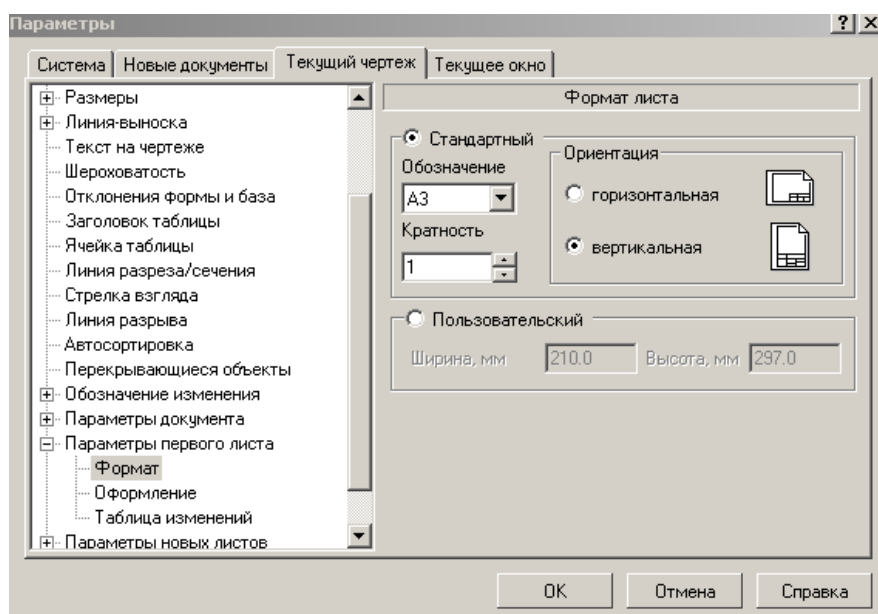

Рис. 22
- Выберите формат А3. Для этого в меню: *Сервис – Параметры – Текущий чертеж – Параметры первого листа – Формат – А3, горизонтально – ОК. Показать все* , рис. 22.